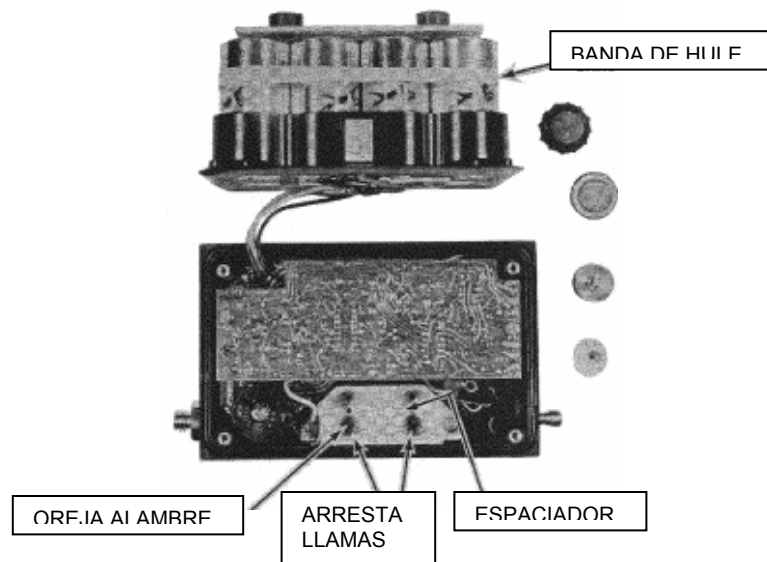

Figura 4-5. Localización de Arresta Llamas
9. Quite el arresta llamas, Figura 4-5, por una pequeña oreja de alambre usando pinzas para nariz larga y jale el arresta llamas fuera de su manga.
14. Alinee los separadores, Figura 4-5, sobre el centro del agujero y coloque el deflector en la cámara. Inserte el tornillo a través del orificio en el deflector y el separador. Asegure el deflector apretando los tornillos.
3. Quite la banda de hule, Figura 4-5